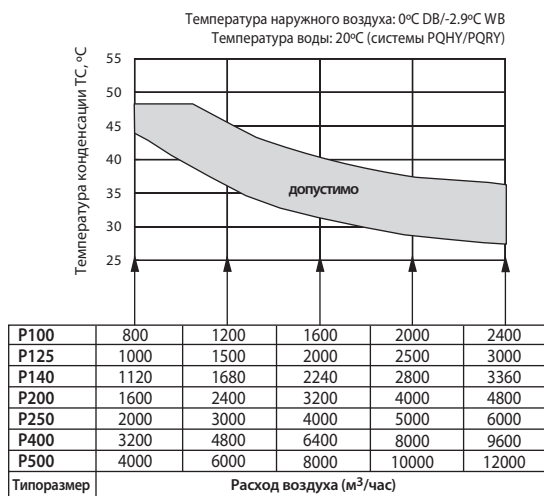

Рис. 1. Определение допустимых значений температуры конденсации
| Нагрев | температура конденсации | | Tс определяется в соответствии с рис. 1 | | | | | |
Для определения производительности фреонового теплообменника приточной установки в режиме нагрева воздуха выберите температуру конденсации из допустимого диапазона согласно рис. 1. Если приточная установка оснащена рекуператором, то выберите значение температуры конденсации 48°C.
1. Если расход воздуха меньше указанного в таблице на рис. 1, то следует выбрать значение температуры конденсации 48°C.